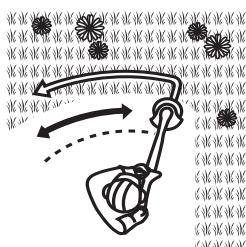

Fig. 10
- > Trabalhe ritmicamente. Permaneça numa posição firme com os pés afastados. Corte da direita para a esquerda, de modo a que as aparas sejam afastadas da área de trabalho (Fig. 10).